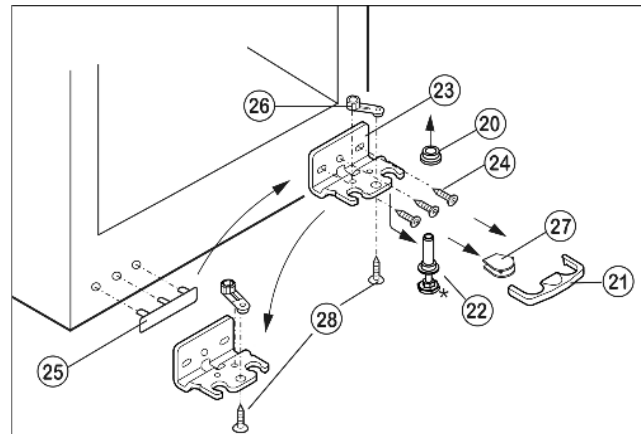

Fig. 9
- Pojistku Fig. 9 (21) stáhněte dopředu.
- Kryt Fig. 9 (27) stáhněte.\*
- Seřizovací nožku Fig. 9 (22) zcela zašroubujte.
- Ložiskový čep Fig. 9 (22) vytáhněte dolů a dopředu. Přitom je třeba dávat pozor na pouzdro závěsu Fig. 9 (20).
- Stojan ložiska Fig. 9 (23) odšroubujte (3x Torx 25) Fig. 9 (24).
- Díl ložiska Fig. 9 (26) odšroubujte (1x Torx 25) Fig. 9 (28) a přemístěte do protilehlého upínacího otvoru stojanu ložiska, zase přišroubujte.
- Krytku Fig. 9 (25) na straně madla opatrně vytáhněte a přemístěte.
- Stojan ložiska Fig. 9 (23) na nové straně závěsu zase příp. přišroubujte pomocí akumulátorového šroubováku (s 4 Nm).
- ▶ Kryt Fig. 9 (27) nasadte na protilehlé straně.\*
- ▶ Pojistka (21) musí na stranách zapadnout do stojanu ložiska, aby ložiskový čep a tím i dveře byly zajištěny.
- ▶ Pojistku (21) zase zatlačte na stojan ložiska.
- ▶ Pouzdro závěsu Fig. 9 (20) nasadte.
- ▶ Dveře nasadte shora na spodní ložiskový čep Fig. 9 (22).
- ▶ Dveře případně pomocí obou podélných děr ve spodním stojanu ložiska Fig. 9 (23) vyrovnějte tak, aby lícovaly se skříní přístroje. Vyšroubujte prostřední šroub.